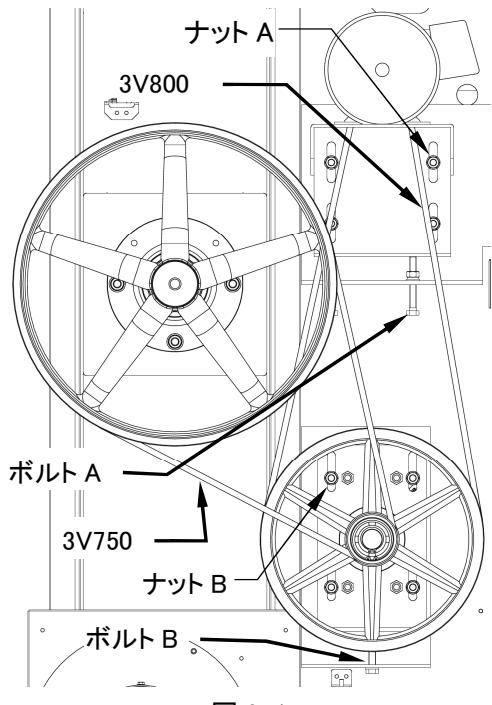

図 9-1
### 9.3.1 Vベルト(図 9-1)
- ・機械後方に回り、V ベルト(3V750)を外します。(図 9-1)